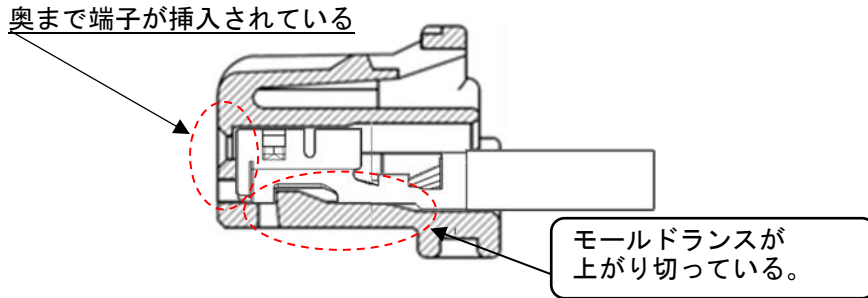

Fig.6-4 正しく装着されている場合
- ③ 端子装着後、軽く（100g 程度の力で）電線を引張り、端子が抜け出さないか確認を行ってください。（過度の引張りでの確認はコネクタを破損させる場合が御座います。）
- ④ すべての端子の装着後、リセプタクルハウジングのモールドランスを間口より覗き、モールドランス部の位置を確認してください。正しく装着されている場合は、端子ランス部がきちんとモールドランスを乗り越えた位置にあり、挿入軸方向に軽く振ると隙間が確認出来ます。（Fig.6-4/6-5/6-6）